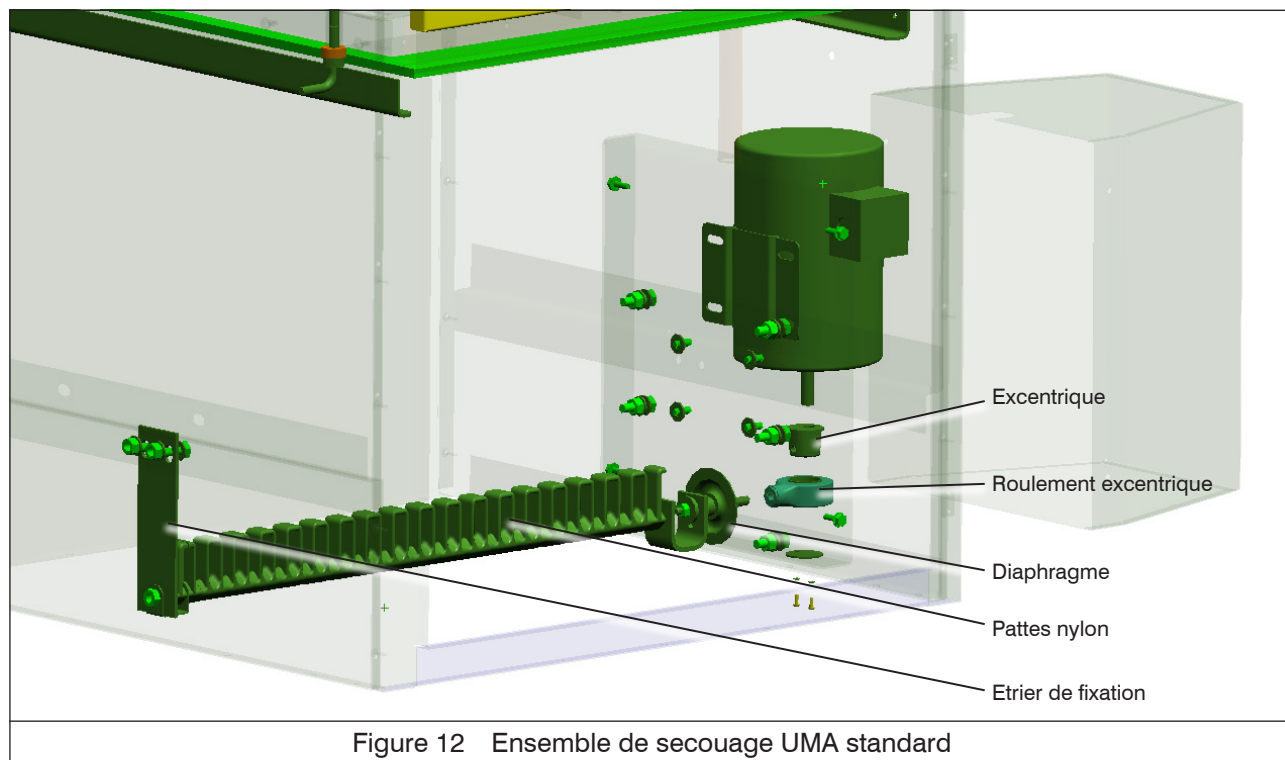

Figure 12 Ensemble de secouage UMA standard
- 3 Mécanisme du secouage (voir fig. 12), en surveillant plus attentivement: